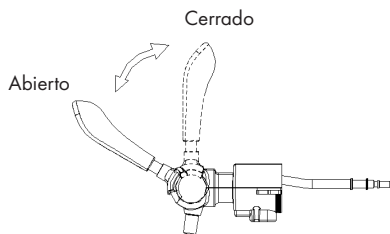

Figura 8
9. Ponga el regulador de presión de CO₂ en la posición „+“. Ahora puedes usar el grifo para beber cerveza. (Tire de la manija del grifo hacia adelante para permitir que la cerveza fluya hacia afuera, como se muestra en la Figura 8).